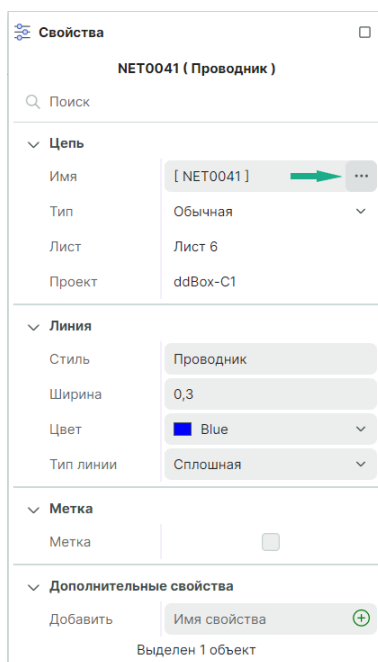

Рис. 120 Переход к переименованию цепи
- Из панели «Свойства» → группа «Цепь» → пункт «Имя» → символ «...», см. Рис. 120.